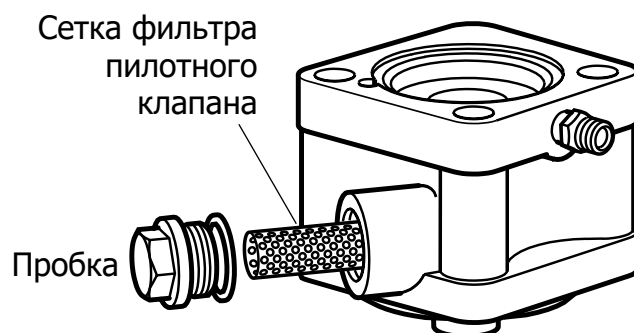

Рис. 7
5.2 Замена фильтра пилотного клапана (рис. 7)